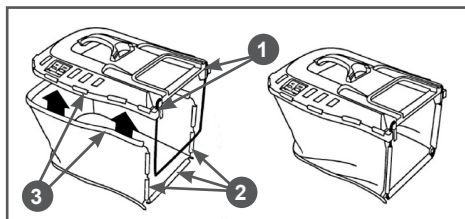

Рис. 6 Сборка травосборника
- Установите металлическую скобу травосборника 1 как показано на Рис. 6.
- Соедините нижнюю и верхнюю часть травосборника при помощи специальных защелок 3 (Рис. 6).